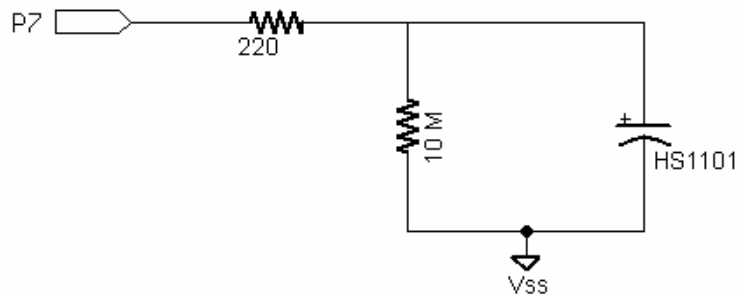
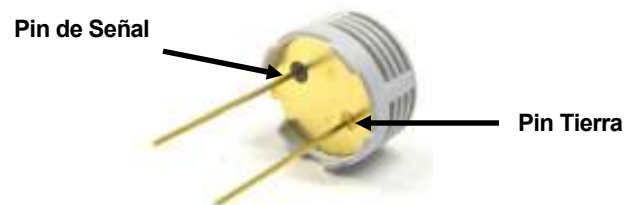

Figura 1. Ejemplo de un circuito RC
Figura 2. Pin de Señal y Tierra
La conexión del HS1101 a un Micro Controlador se demuestra en esta sección utilizando un Modulo Basic Stamp. Es una aplicación directa que requiere solamente de un pin E/S. Como el HS1101 se basa en una celda capacitiva, la humedad relativa se puede obtener utilizando un circuito simple RC como s muestra en la figura 1.
- Construya el circuito como se muestra en la Figura 1. Asegúrese que el lado negativo del sensor este conectado a tierra como muestra la figura 2